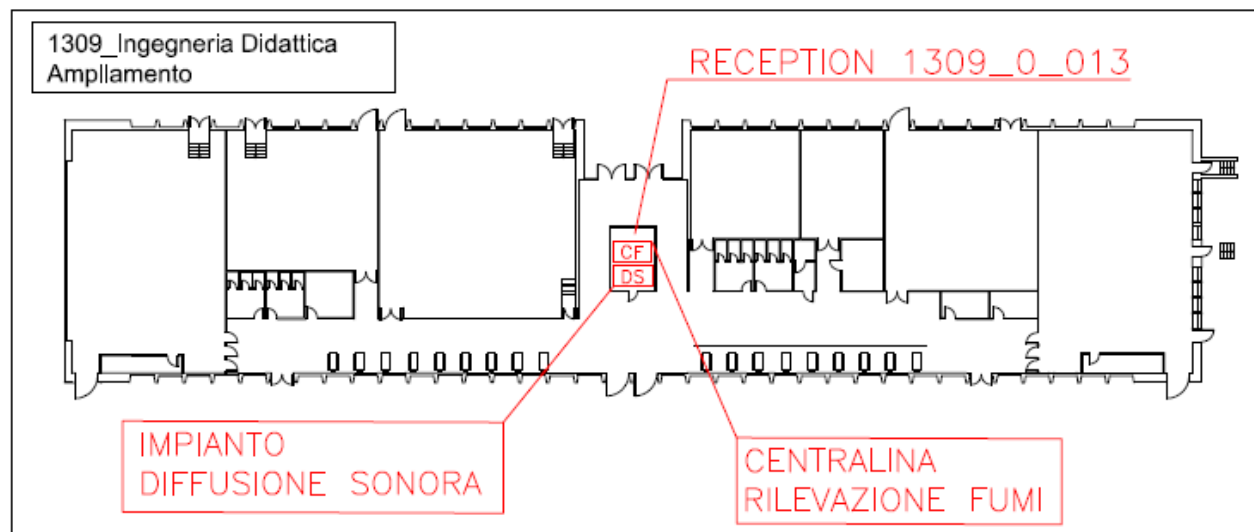

Figura 1 - Impianti gestione emergenze.
La struttura è dotata di un sistema di allarme automatico per la rilevazione e segnalazione di incendi. L'impianto è costituito da una centrale di comando ubicata nel locale tecnico (locale 1309_0_013, vedi p.to 3.3 – Figura 1), da rilevatori di fumo (nei locali previsti dalla norma), da pulsanti manuali e da targhe ottico/acustiche lungo i corridoi.
Per la gestione dell'evacuazione dell'edificio è presente un impianto sonoro di altoparlanti che emette un messaggio preregistrato comandato da una centralina posta all'interno della Reception (locale 1309_0_013, vedi p.to 3.3 – Figura 1), azionabile manualmente da una chiave.
- ordina l'evacuazione dell'edificio (**messaggio preregistrato**) attivando la chiave della centralina posta nella reception (vedi p.to 3.3 – Figura 1);
- effettua la chiamata ai **Vigili del Fuoco (115)**;
- se necessario effettua la chiamata **all'autoambulanza (118)**;
All'attivazione della centrale di comando il personale del Centro Operativo verifica la causa che ha dato origine all'allarme controllando nella centrale di comando stessa la zona in emergenza (vedi p.to 3.3 – Figura 1).